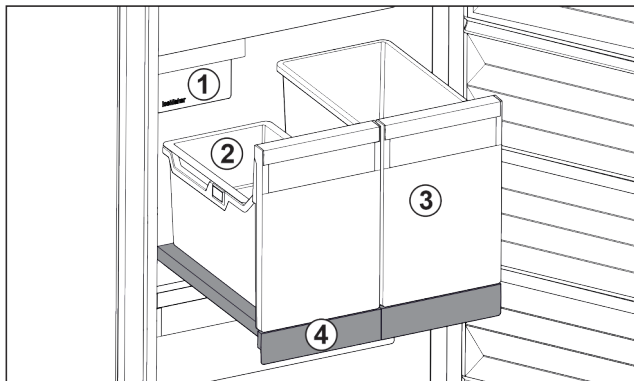

Fig. 21 Compartiment coulissant avec IceTower
- (1) IceMaker
- (2) Balconnet pour glaçons
- (3) Bac pour pizzas, boissons alcoolisées, etc.
- (4) Compartiment coulissant
Le compartiment coulissant comprend deux bacs hauts (IceTower). Le bac Fig. 21 (2) permet de recueillir et de stocker les glaçons de l'IceMaker. Les bacs Fig. 21 (3) sont conçus pour stocker des aliments hauts comme les pizzas et boissons alcoolisées.